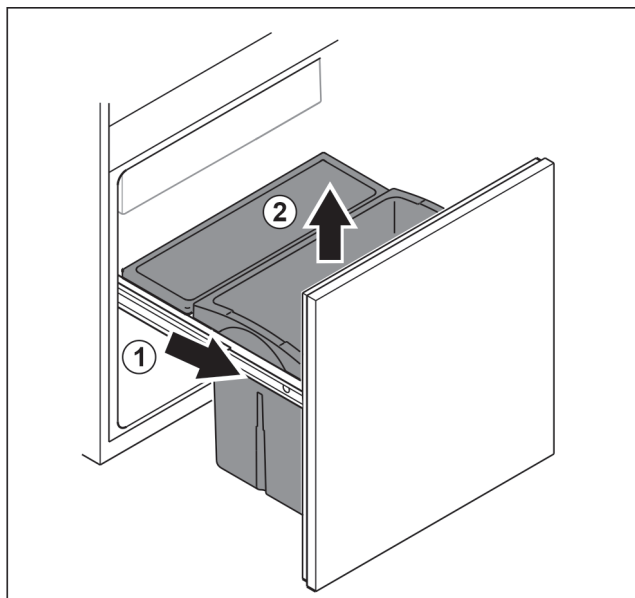

Fig. 100
- ▶ Træk udtræksskuffen ud indtil anslag. Fig. 100 (1)
- ▶ Tag skuffen ud opefter. Fig. 100 (2)